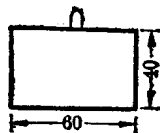

图 4 炉门
2. 用铅皮按图 4 下料作炉门, 并在炉体的炉门口部位作可供插炉门的槽后, 将炉门插入。